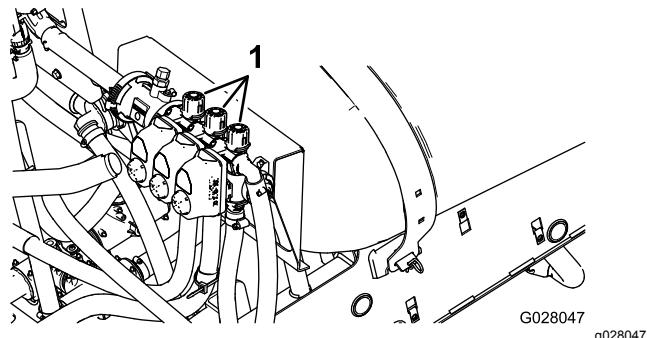

Figura 84
10. Spegnete la barra sinistra e regolate la valvola di bypass della barra (Figura 84) fino a quando la pressione visualizzata non corrisponde al livello precedentemente regolato (normalmente 2,75 bar).
12. Regolate la valvola di bypass della barra destra (Figura 84) fino a quando la pressione visualizzata non corrisponde al livello precedentemente regolato (normalmente 2,75 bar).
14. Regolate la valvola di bypass della barra centrale (Figura 84) fino a quando la pressione visualizzata non corrisponde al livello precedentemente regolato (normalmente 2,75 bar).